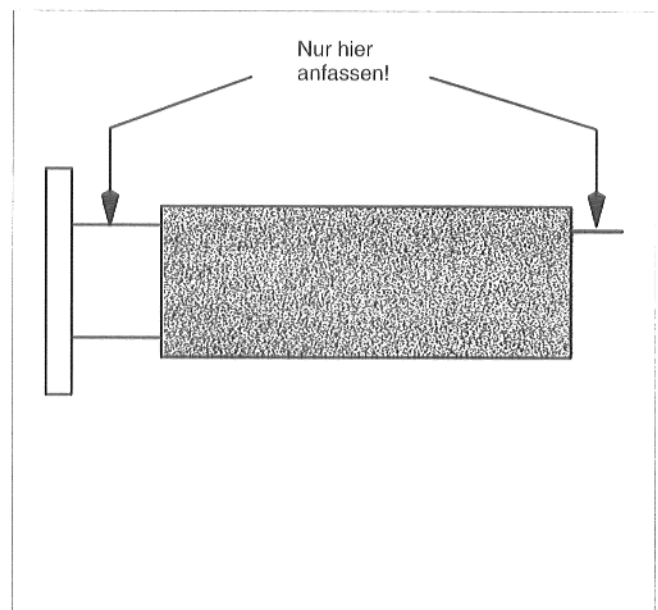

Abb. 7
– Brennstab nur am Flansch und Haltestift anfassen (Abb.7). Nach Einbau des neuen Brennstabes den alten Brennstab vorsichtig mit der Luftpolsterfolie umwickeln.